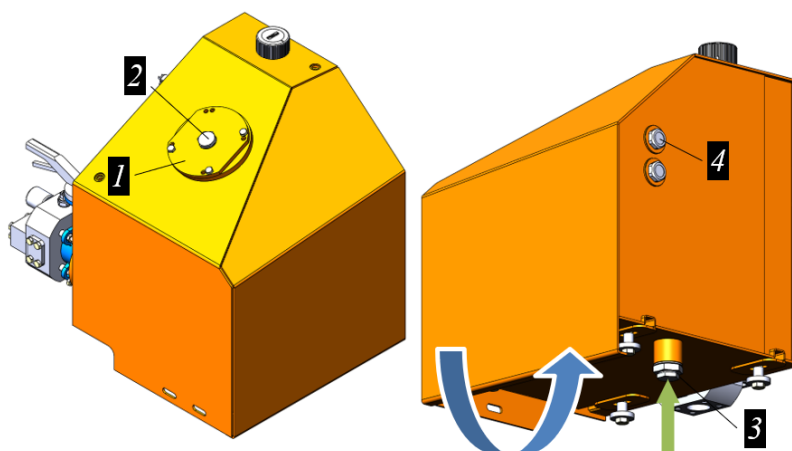

Рисунок 5.76. Процедура слива масла с гидросистемы
- ▶ Ослабить, не откручивая до конца пробку 2 на крышке фильтра 1, см. рис. 5.76.
- ▶ Отвернуть пробку-колпачок 3 со сливного клапана на нижней стороне гидравлического бака см. рис. 5.76 (показано стрелкой).
- ▶ Отвернуть и снять пробку 2 крышки фильтра 1 рис. 5.76.
- ▶ Через фильтр в линии слива заправить бак гидравлическим маслом. Заправку производить до отметки максимум (середина верхнего смотрового окна 4) см. рис. 5.76.
- ▶ По завершению заправки накрутить пробку 2 в крышку фильтра 1 рис. 5.76.